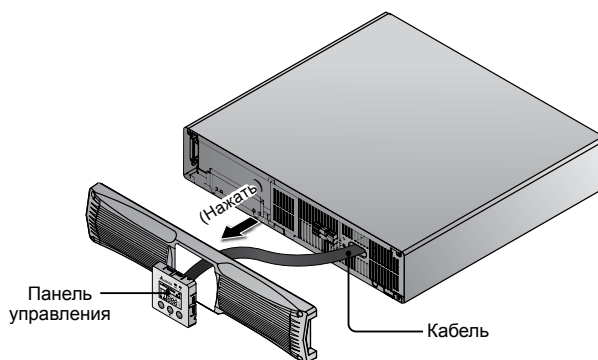

Рис. 3-6. Нажмите сзади на панель управления
- 2 Из-под пластмассовой передней панели осторожно нажимайте на панель управления, пока она не выйдет вперёд. Будьте внимательны, не повредите кабель, соединяющий панель управления с разъёмом внутри ИБП. См. *Рис. 3-6.*